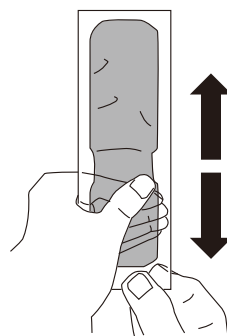

図3-7
- ④指でレジン袋を20回程度前後にしごきながら内部の樹脂を混合させてください。(図3-7参照)